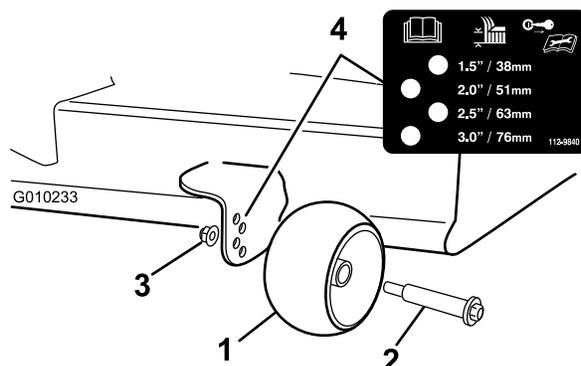

図 19
3. 芝削り防止ローラ 図 19 を、一番近い刈高位置に合わせる。